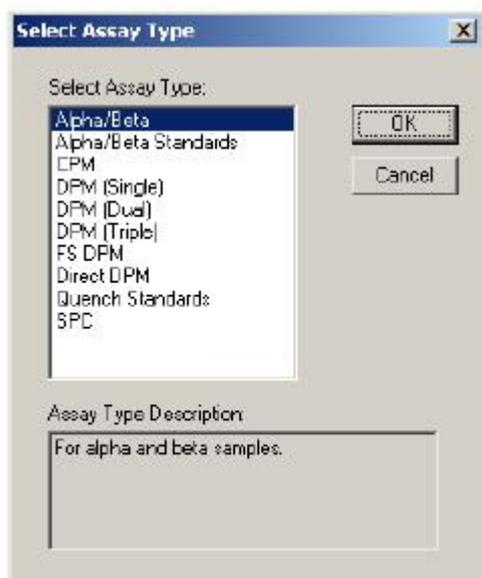

Рисунок 2-2. Окно *Select Assay Type (Выбрать тип анализа)*.
2. В окне *Select Assay Type (Выбрать тип анализа)* (Рисунок 2-2), выберите тип анализа и щелкните **ОК**. Дополнительную информацию относительно различных типов анализов см. на странице 89.